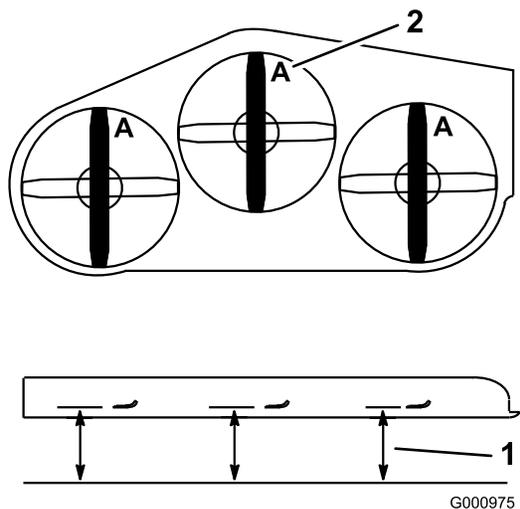

Figura 79
2. Misurate da un piano orizzontale fino al tagliente delle lame, posizione A, (Figura 79).